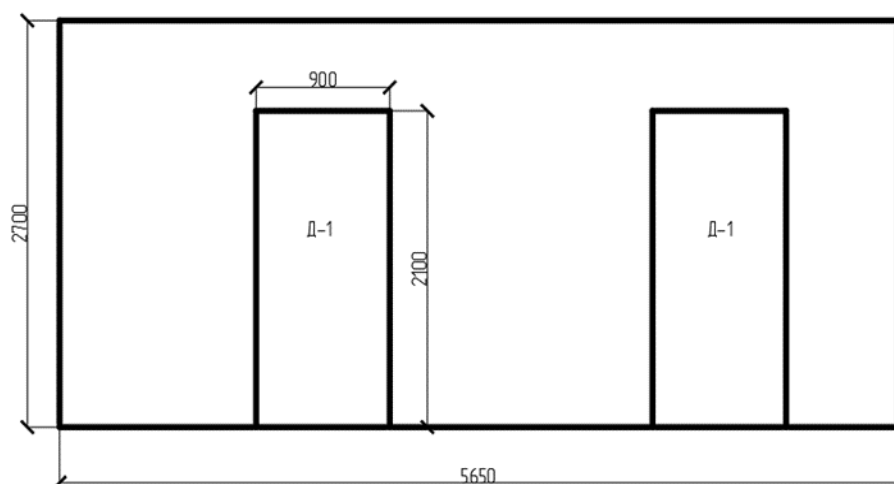

Рисунок 1 – Эскиз перегородки для расчета
2. По чертежу (рисунок 1) помещения посчитайте необходимое количество листов ГКЛ